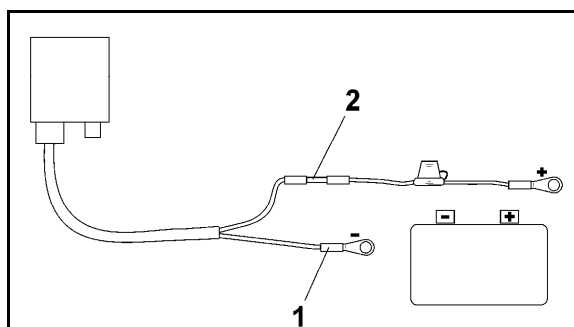

Fig. 4
4. Blaue Kabelader (Masse) in loser Ringzunge einführen (Fig. 4/1).
6. Braune Kabelader (+ 12 Volt) in freies Ende vom Stoßverbinder (Fig. 4/2) einführen
8. Stoßverbinder (Fig. 4/2) mit Wärmequelle (Feuerzeug oder Heißluftfön) einschrumpfen bis der Kleber austritt